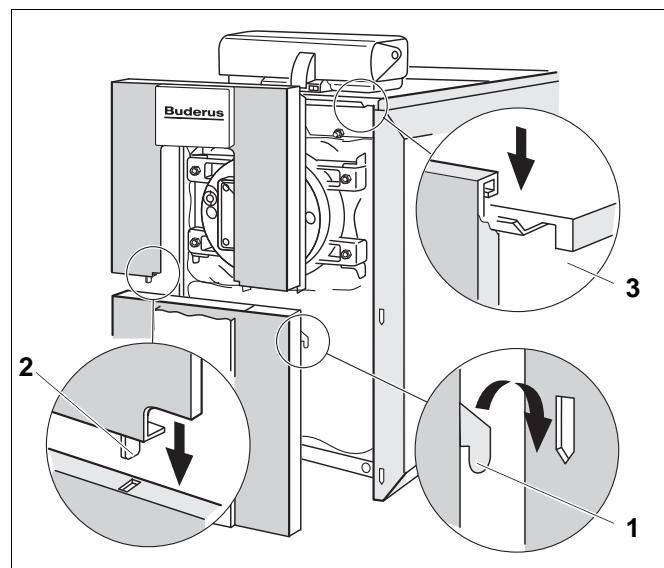

Рис. 24 Крепление верхней и нижней передних стенок
- Вставьте 4 крюка нижней передней стенки слева и справа в прорези в боковых стенках (рис. 24, **поз. 1**).
- Вставьте крюки верхней передней стенки в прорези нижней передней стенки (рис. 24, **поз. 2**) и навесьте на переднюю верхнюю крышку котла (рис. 24, **поз. 3**).
- Вставьте крюки панели (рис. 24, **поз. 1**) в переднюю стенку.
- Закрепите табличку котла (рис. 24, **поз. 2**) на передней стенке.
- Наклейте заводскую табличку (рис. 24, **поз. 3**) – в зависимости от местных условий на левой или правой боковой стенке.